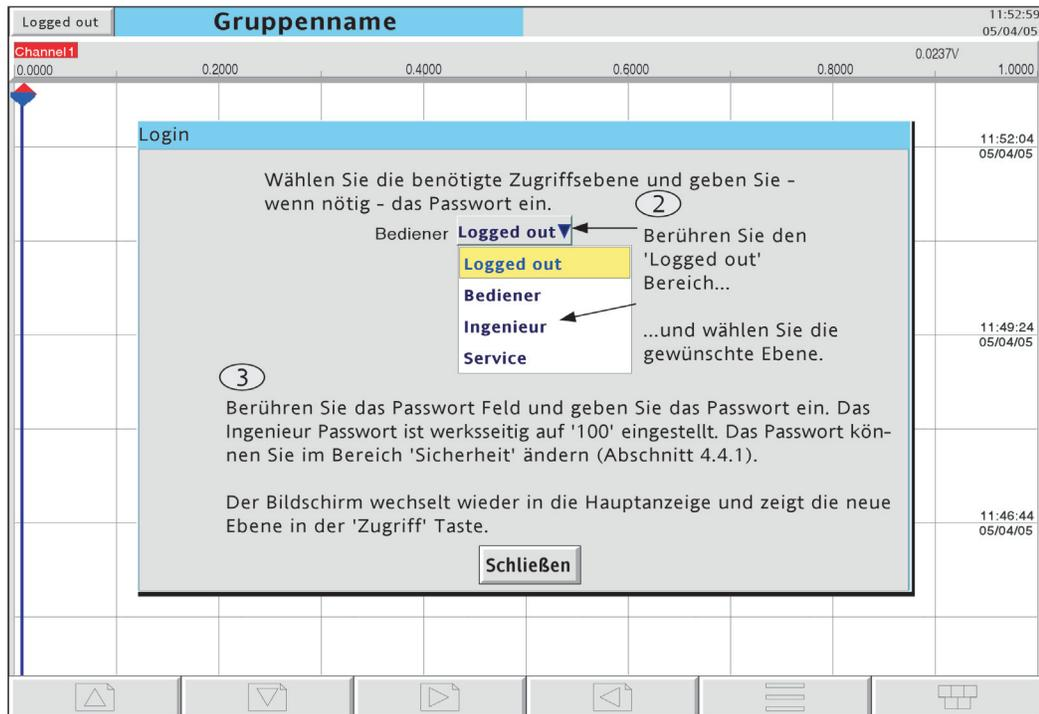

Abbildung 3.3.1a Konfigurationszugriff
- 1 Betätigen Sie nach der Initialisierung die Zugriff Taste in der linken oberen Ecke (Abbildung 3.3.1a).
3. In Abbildung 3.3.1a sehen Sie die Standard Login Methode: ‚Login über Bedienerliste‘. Haben Sie die Auditor und/oder die Sicherheits Management Option freigegeben, steht Ihnen eine alternative Login Methode zur Verfügung. Dabei müssen Bediener Name und zugehöriges Passwort eingegeben werden, d. h., es steht keine Liste mit Bedienern/Zugriffsebenen zur Auswahl. Weitere Details in Abschnitt 4.4.2 (Management).